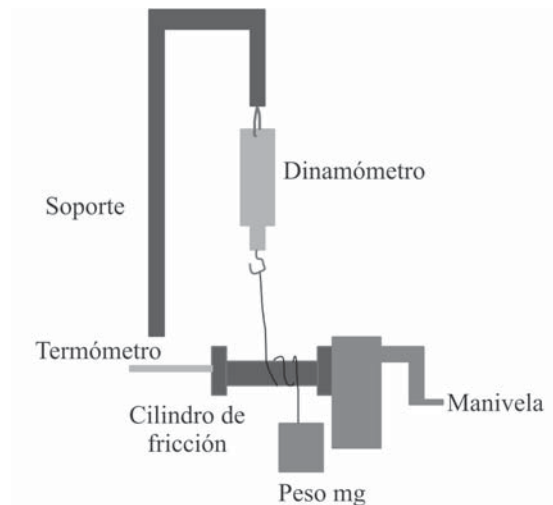

Figura 7.1: Montaje del equipo para apreciar el equivalente mecánico del calor
- Monte el equipo como se muestra en la figura 7.1.